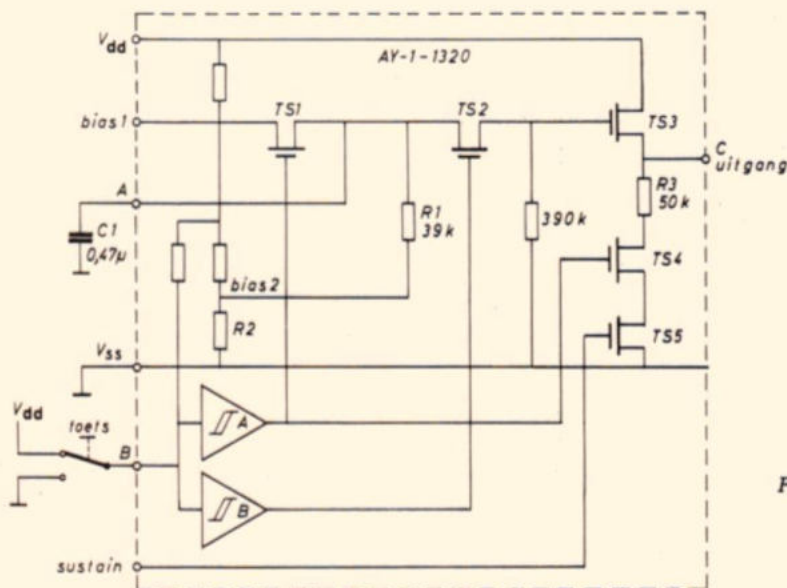

Fig. 1.
Om de schakeling goed te laten werken moet aan punt A een condensator van ca. 470 nF worden aangesloten. Uitgang C moet eveneens een condensator bezitten. In fig. 1 vormt V_{DD} de (negatieve) voedingspanning. Bias 1 is een negatieve voorspanning die meestal kan worden verbonden met de voeding.
Samengevat houdt de werking van de schakeling volgens fig. 1 in, dat op uitgang C een negatieve spanningsvorm aanwezig is als de betreffende klaviertoets wordt ingedrukt. De aanvangsamplitude van deze spanning is groter naarmate de toets sneller wordt ingedrukt.
Als de toets niet meer wordt aangeraakt zal een lading op punt C volledig verdwijnen (fig. 1). Ten opzichte van de genoemde 4 volt is er dan een signaal/ruis verhouding van zeker 60 dB. Als de voeding van goede kwaliteit is en de printen goed zijn ontworpen, let ons niets om zelfs ca. 80 dB te halen!
Fig. 2 geeft de aansluitingen. Bij elk IC zijn 12 condensatoren nodig voor C1 en 12 uitgangscapaciteiten. Zonder deze laatste zou er geen uitgangsgolfvorm zijn. Fig. 3 geeft een voor de hand liggende aanpassing die achter elke uitgang (C) van een schakeling volgens fig. 1 kan worden geschakeld. Punt A is hier de ingang die met punt C van fig. 1 wordt verbonden. R1 is een weerstand die moet voorkomen dat C2 te snel ontladend en er tevens voor zorgt dat er een scheiding is tussen de wisselspanningsweerstand van C2 en punt B.